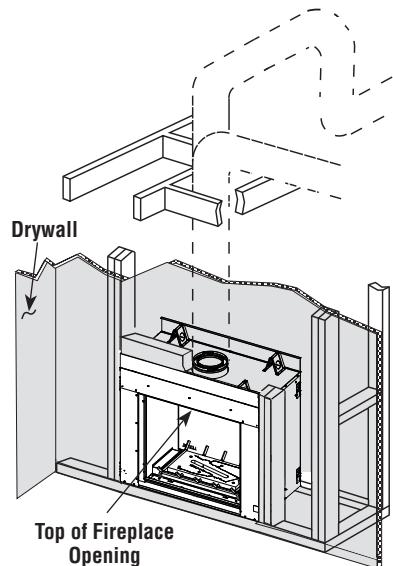

Figure 2 - Typical Installation/Locations
CAUTION: Due to high temperatures, the appliance should be located out of traffic and away from furniture and draperies (*Figure 2*).
AVERTISSEMENT : En raison des températures élevées, l'appareil devrait être installé dans un endroit où il y a peu de circulation et loin du mobilier et des tentures (*Figure 2*).
- In addition, when the unit is recessed, the side walls surrounding the unit must not extend beyond the front edge of the unit (see **Figure 2 on Page 7**).